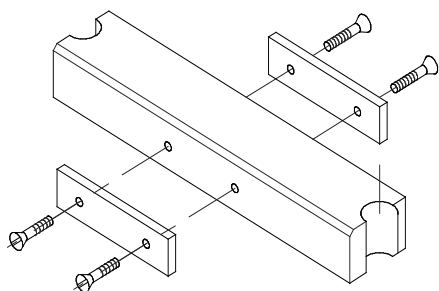

Figura 13.
Desvio na linha central do tubo (C), (Figura 13):